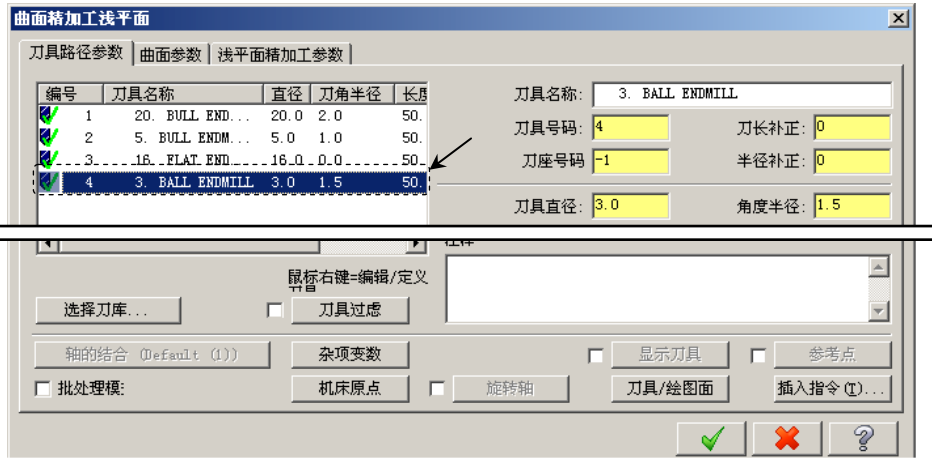

图 12.27 “刀具路径参数”选项卡
Step3. 选择刀具。在“曲面精加工浅平面”对话框中，取消选中 ☐ 刀具过虑 复选框，然后选择图 12.27 所示的刀具。